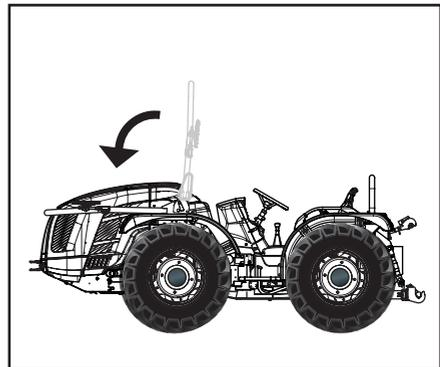

Abb. 2.5.3
1. Die Sicherheitsstifte (3) entfernen und die Bolzen (4) herausziehen.
2. Den Schutzbügel abklappen, indem man ihn an den auf dem Rahmen angegebenen Punkten greift (Abb. 2.5.3 - 2.5.4).